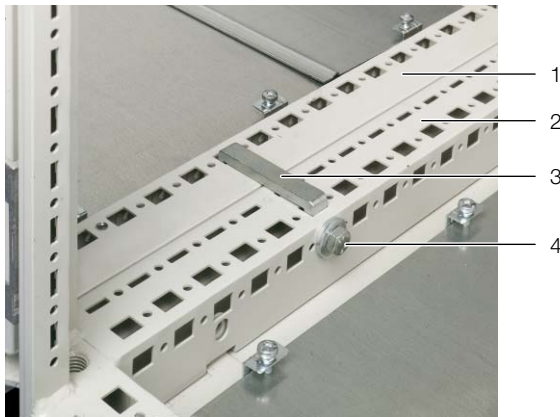

Рис. 28: Стягивающий соединитель
- Вставьте с передней части соединитель (рис. 28, поз. 3) от серверного шкафа (рис. 28, поз. 2), используя соответствующий вырез в боковой стенке LCP Inline (рис. 28, поз. 1).
- Привинтите соединитель со стороны серверного шкафа (рис. 28, поз. 4), чтобы рамы серверного шкафа и LCP Inline были жестко между собой соединены.